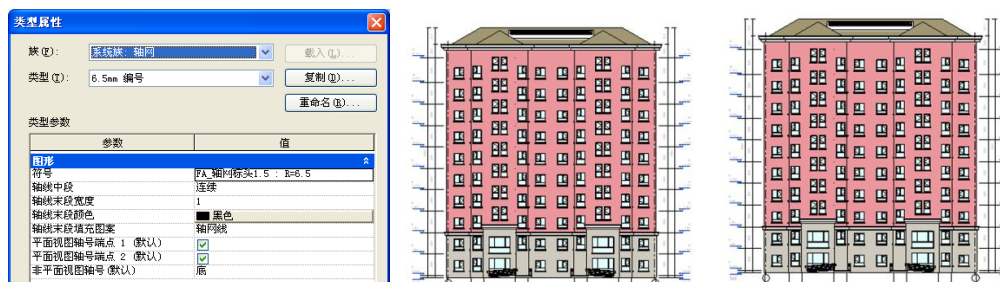

图 6-38
11) 调整北侧轴线标头位置，北立面选择任意轴网，单击“类型属性”，在打开的“类型属性”对话框中设置“非平面视图轴号（默认）”状态，为“底”，只留起点和终点轴号其它轴号框选进行隐藏处理（如图 6-38 所示）。